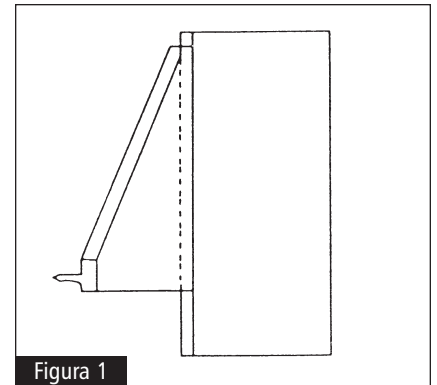

Figura 1
- 1** Después de instalar y fijar el revestimiento y las salidas eléctricas, puede poner la campana de madera en posición para montarla. Coloque la campana de madera en la abertura que hay entre los gabinetes de pared, por encima del revestimiento de metal, de modo que el marco superior quede a la altura deseada. Vea la figura 1.